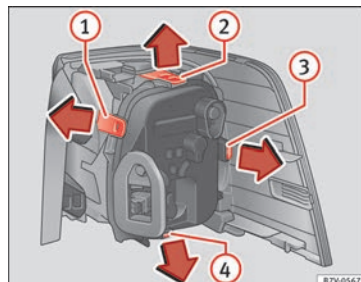

Fig. 114 Luz trasera en la carrocería: desmontar el portalámparas. ① a ④: lengüetas de bloqueo.
8.	Para desbloquear el portalámparas, presione las lengüetas de bloqueo » fig. 114 ① a ④ en el sentido de la flecha.